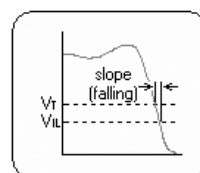

图 9-44 下降沿斜率约束规则
- “Slope – Falling Edge”（下降沿斜率约束规则）：如图 9-44 所示为该规则的设置示意图。